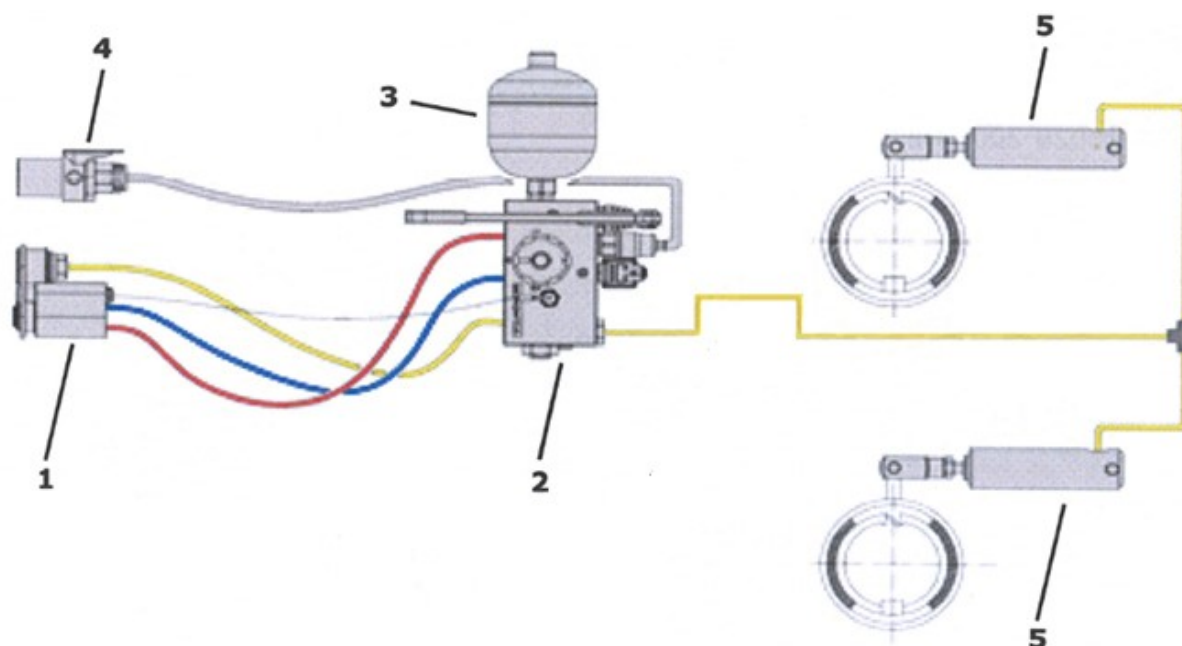

Figure 14. Schéma du système de freinage hydraulique
Le système de freinage de la machine (figure 14) est équipé d'un clapet de freinage automatique (2) avec un accumulateur (3) et des vérins à action unilatérale (5). Le raccordement du tracteur à la machine est réalisé à l'aide du freinage à deux conduites (1) et au raccordement électrique (4) qui commande le fonctionnement de la vanne. Le raccordement du freinage est relié au clapet automatique (2) par une conduite principale, une conduite auxiliaire et une conduite de retour. L'accumulateur (3) est géré par un signal hydraulique provenant de la conduite auxiliaire et une vanne électro-hydraulique. En cas de perte de signal d'une ligne auxiliaire ou d'une vanne électro-hydraulique, la vanne redirige la pression de l'accumulateur vers les freins.